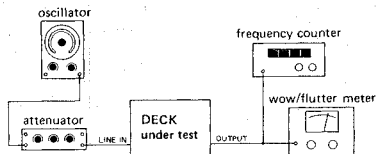

Fig. 4-11 Connection for tapespeed, wow and flutter
- Connect a frequency counter to the deck as shown in Fig. 4-11.
- Fig.4-11のように周波数カウンタをデッキに接続する。
1. Connect a wow and flutter meter to the deck as shown in Fig. 4-11.
1. Fig. 4-11 のようにワウ・フラッタ・メータをデッキに接続する。